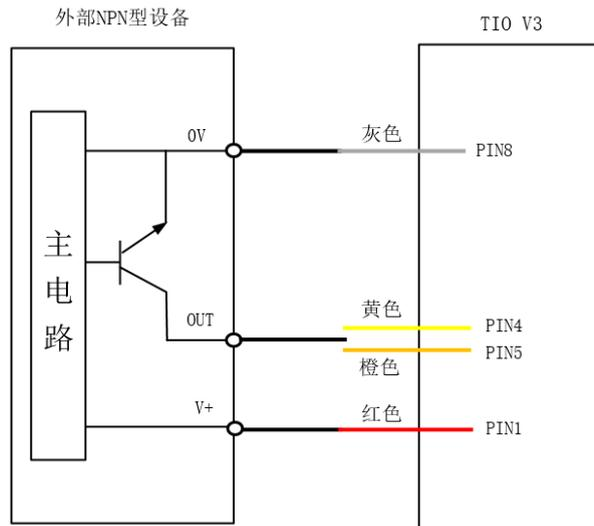

图 5-13 NPN 型输出接线示意图
(1) 数字输出接口为 NPN 型输出时，采用开集（Open Collector）输出，最高支持连续 500mA 电流能力输出。连接方式如图 5-13 所示：